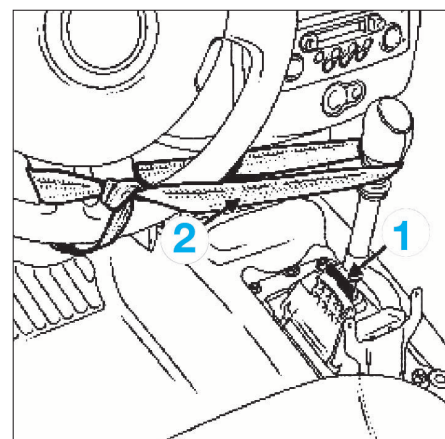

FIG. 14
- Positionner une cale (1) de 6 mm entre la gâchette et la butée d'interdiction de marche arrière du levier de sélection de vitesses (Fig.14).
- Immobiliser, à l'aide d'une sangle (2), le levier en appui sur la cale en position troisième rapport.